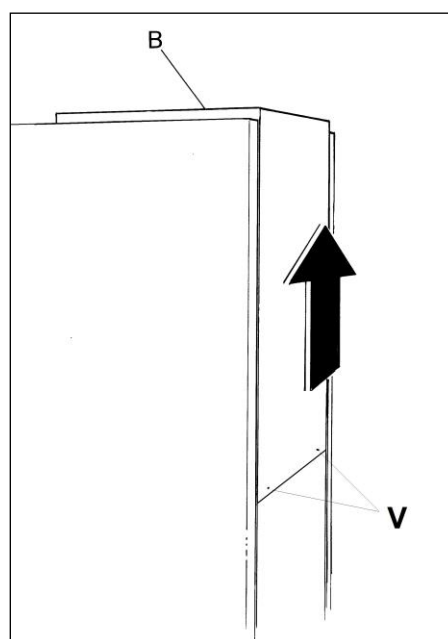

Fig. 6
- **S**vitare le viti posizionate nella parte inferiore della copertura posteriore B e rimuoverla sollevandola verso l'alto (Fig. 6).